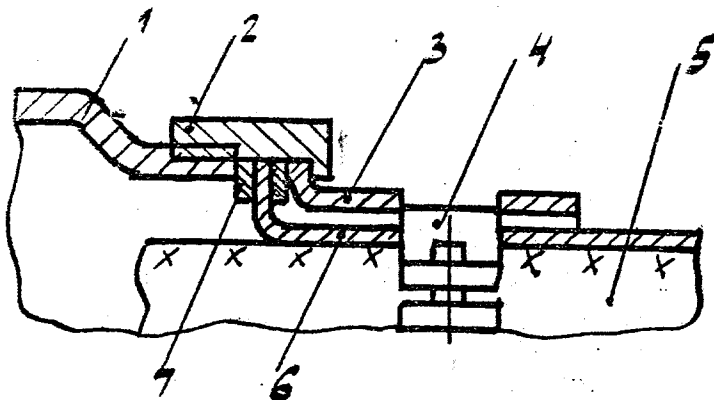

РИС. 16 Вариант 2 заделки хвостовика штепсельного разъема.
- б) штепсельный разъем с экранированной гайкой, жгут имеет общий экран, диаметр жгута значительно меньше отверстия разъема. Заделку производите согласно рис. 16.